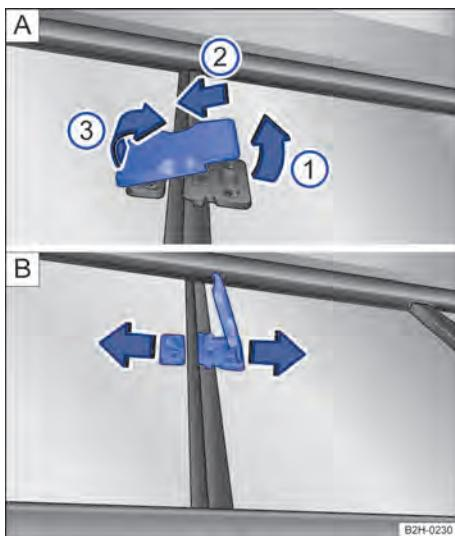

Fig. 34 No painel divisorio da capota rígida do compartimento de carga: travamento do vidro corrediço. ▶
- Mover o travamento → Fig. 34 A levemente para cima, no sentido da seta ①.
- Empurrar o travamento na direção da seta ② até o batente.
- Rebater para fora o travamento na direção da seta ③.
- Abrir o vidro corrediço → Fig. 34 B no sentido da seta.
- Fechar o vidro corrediço → Fig. 34 B no sentido contrário à seta.
- Rebater para baixo o travamento → Fig. 34 A no sentido contrário à seta ③.
- Empurrar o travamento no sentido contrário à seta ② até o batente.
- Rebater de volta o travamento no sentido contrário à seta ①.